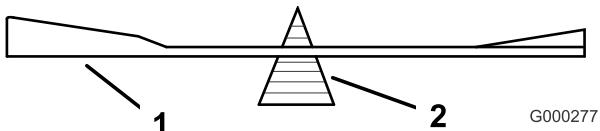
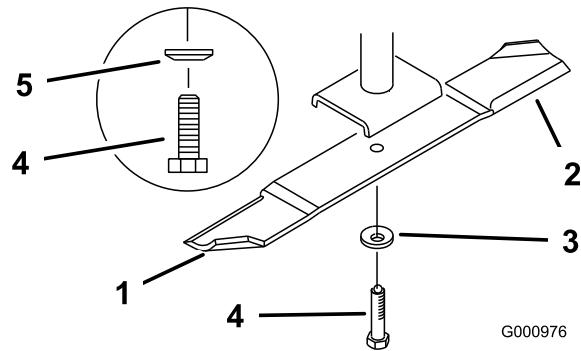

Figure 71
Figure 72
2. Retirez le boulon, la rondelle élastique et la lame de l'axe (Figure 72).
2. Vérifiez l'équilibre de la lame en la plaçant sur un équilibrage (Figure 71). Si la lame reste horizontale, elle est équilibrée et peut être utilisée. Si la lame est déséquilibrée, limez un peu l'extrémité de la partie incurvée seulement (Figure 72). Répétez la procédure jusqu'à ce que la lame soit équilibrée.
1. Placez la lame sur l'axe (Figure 72).
2. Installez la rondelle élastique et le boulon de la lame. Le cône de la rondelle élastique doit être dirigé vers la tête du boulon (Figure 72).